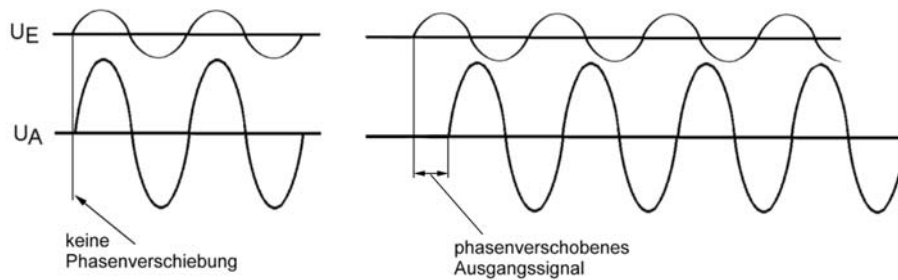

Abbildung 4.4.3 Die Phasenverschiebung zwischen Ein- und Ausgangssignal nimmt mit wachsender Frequenz zu (Phasengang)
- der Durchlauf einer Signaländerung vom Eingang zum Ausgang erfordert Zeit. Es ergeben sich somit Verzögerungen bzw. Phasenverschiebungen (Abbildung 4.4.3). Das Ausgangssignal eilt dem Eingangssignal zeitlich nach (negative Phasenverschiebung).